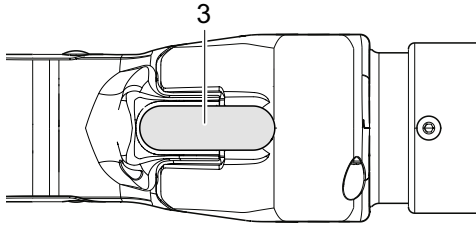

Fig. 15 : Démarrage de la fermeture
2. Appuyez sur le bouton START (Fig. 15/3) et maintenez-le enfoncé.
1. Relâchez le bouton START (Fig. 15/3).